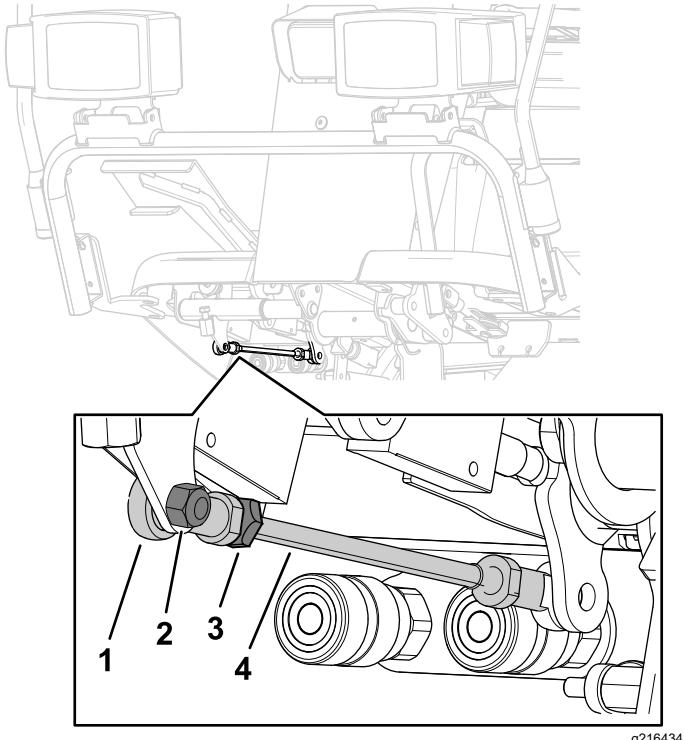

図 97
さらに調整が必要な場合は、走行ロッド (図 97) の調整を以下の要領で行う
5. ロッドの端部を走行ロッドに固定しているジャムナットをゆるめる図 97。
7. ジャムナット図 97を締め、ボルトとナットでロッド端を走行ペダルに固定してペダルの角度を固定する。